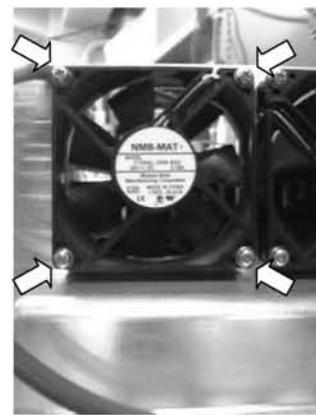

図4 [Fig.4]
- 2) ファンを固定している4つのビスを緩めます。(図4)
Loosen the screws (four places) fixing the fan motor. [Fig.4]